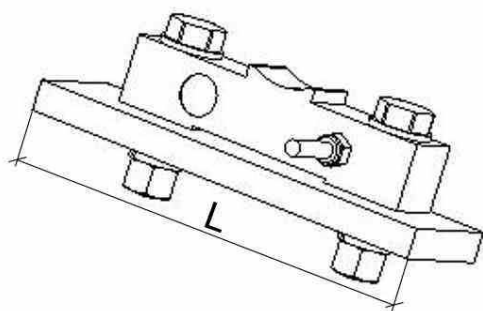

Рис.4
2. Закрепите на полке тензометрический датчик рис.4.